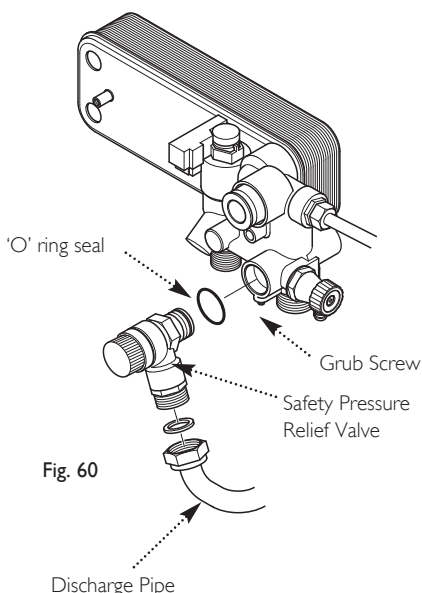

Fig. 60
13.14 Safety Pressure Relief Valve (Fig. 60)